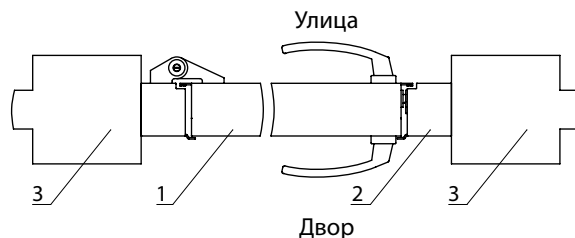

Рис. 45. Калитка (встроенный тип монтажа, вид открывания наружу, направление открывания вправо):
- встроенный монтаж, открывание наружу (рис. 45);